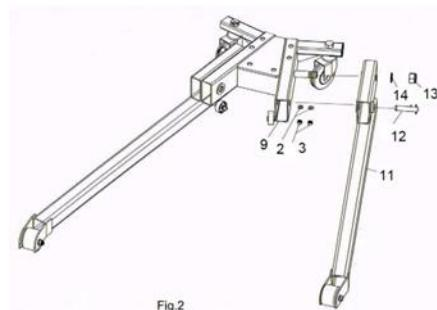

Fig. 2
Fixer les 2 parties du châssis(11) à la base (9) en utilisant les axes (12), les rondelles plates (2) et les écrou freins (3), et les visser à la base avec les écrous freins (13) et les rondelles (14) comme indiqué sur la figure 2.